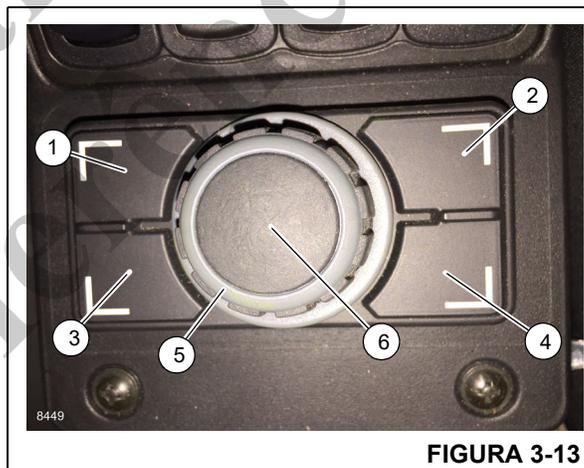

FIGURA 3-13
O botão rotativo opera o CCS de forma idêntica aos botões do console do mostrador, fornecendo um acesso mais fácil para o operador. Girar o botão rotativo executa a mesma função que os botões de seta de navegação no console do mostrador. O ícone no canto inferior esquerdo da tela do mostrador lembra ao operador qual mostrador está sendo controlado pelo botão rotativo naquele momento. O botão de alternância de tela (4) (Figura 3-13) é usado para alternar entre telas. O botão de toque também pode ser utilizado para silenciar temporariamente alarmes audíveis. Outros botões funcionam de maneira diferente, dependendo da área, da tela e do menu.
A tela principal (abaixo) aparece no mostrador operacional quando a chave está ligada. A tela principal exibe o status do sistema do guindaste. Os ícones iluminados em âmbar estão ativados. Ela também exibe os dados de códigos em outras telas. O operador pode escolher e ativar áreas por esta tela. O botão escape (1) (Figura 3-13) volta à tela principal.
Quando o botão de menu é pressionado no botão rotativo (3) (Figura 3-13) ou no painel de controle do CCS, é exibida uma visão geral dos grupos de menus.
Para seleccionar opções durante a montagem. Essa é a única função na qual o botão menu (3) (Figura 3-13) não navegará automaticamente para a tela de menu diretamente. Ela deve ser selecionada com o ícone de menu na parte inferior esquerda dessa tela.
Pressione o botão Escape (1) (Figura 3-13) para sair do menu e voltar à tela principal do CCS. O operador agora pode navegar até a tela do RCL.
Pressione o botão OK/Enter no mostrador ou botão rotativo (6) (Figura 3-13) para sair da tela do estabilizador.